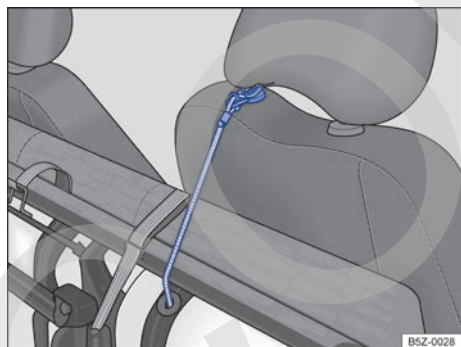

Fig. 75 Correa elástica roja para fijar el vástago del apoyacabezas.
- Localice la correa elástica roja ubicada en la parte inferior del cojín del asiento y coloque el gancho de la correa en el vástago del apoyacabezas del asiento del acompañante ⇒ **fig. 75**, inmovilizando el conjunto.
- Suelte el gancho de la correa elástica roja del vástago del apoyacabezas ⇒ **fig. 75** y, colóquelo debajo del asiento trasero.